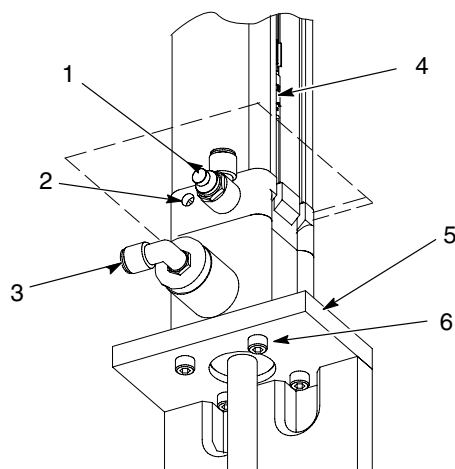

Figura 8-7 Reglarea supapei de control al fluxului cilindrului și a opririi pernei (capătul tijei)
5. A se vedea Figura 8-7. Deconectați tubul de aer de la supapele de control al fluxului de ridicare și coborâre (1) de la capătul superior și inferior al cilindrului.
6. Deconectați tubulatura pentru aer de la sistemul de blocare a cilindrului (3).
8. O persoană trebuie să țină cilindrul în timp ce o altă persoană scoate cele patru șuruburi cu locaș hexagonal (6) de la partea de jos a plăcii montante a cilindrului (5).
10. A se vedea Figura 8-7. Ridicați și coborâți ansamblul lăncii și reglați supapele de control al fluxului pentru un timp de 6 secunde cursă întregă în fiecare direcție.